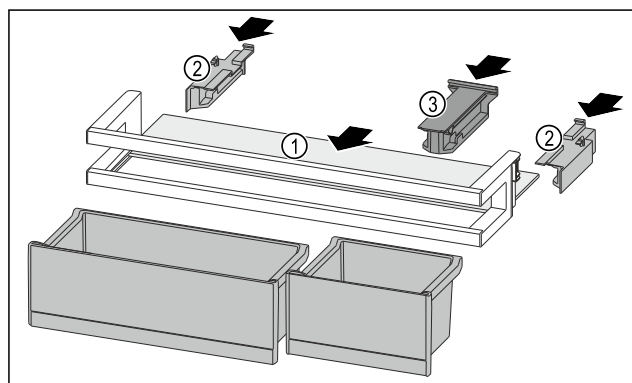

Fig. 242
- Всуňte полицю Fig. 242 (1) в бокові пази.
- Вставте бічні елементи Fig. 242 (2).
- Вставте кріпильний елемент Fig. 242 (3).